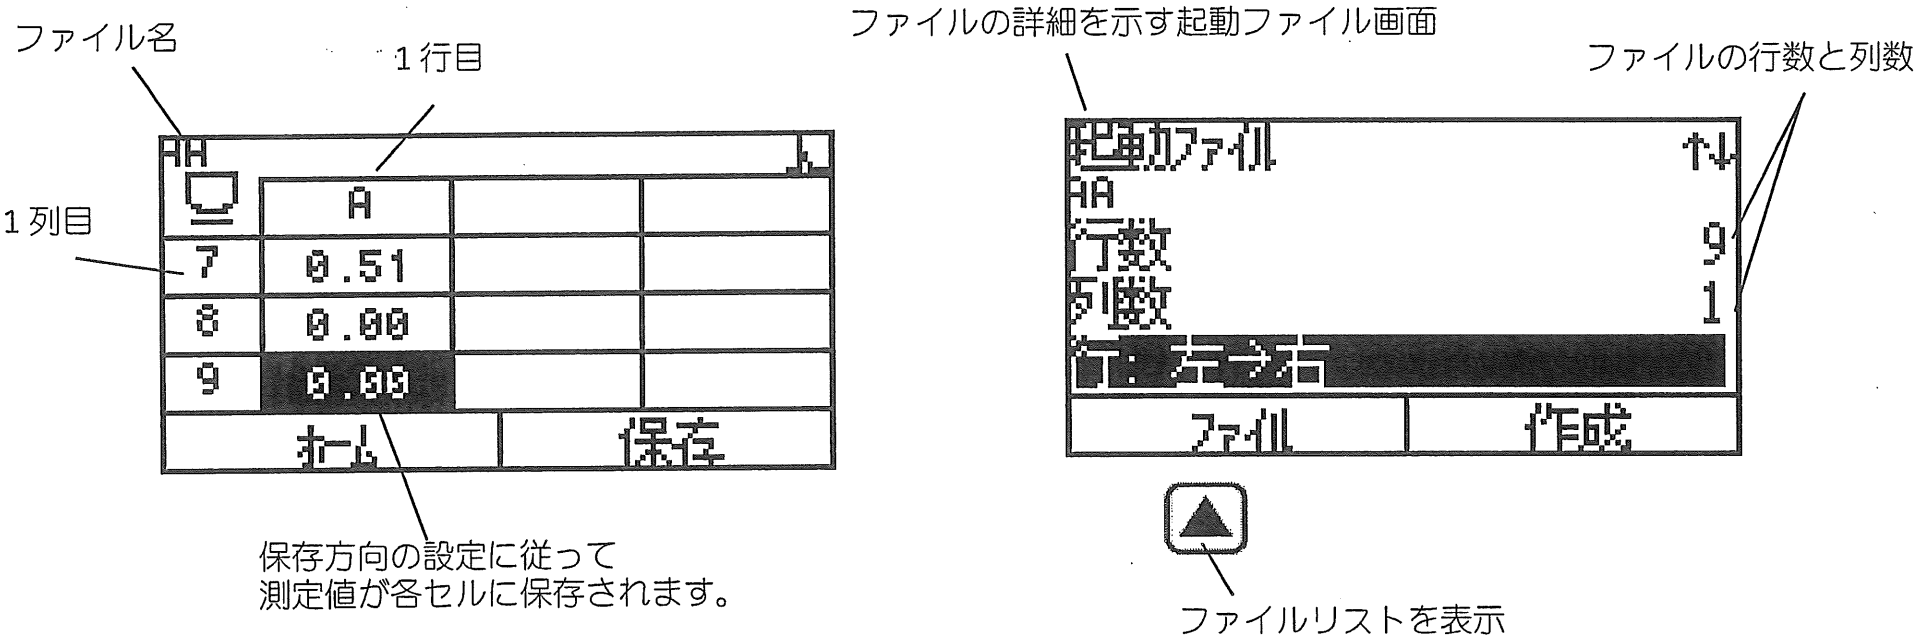

図 19: データファイル画面 (左) と起動ファイル画面 (右)
データファイル作成の手順は図 19 を参照してください。
測定を行う前に、設定メニューで[データレコーダ]をオンに設定してください。オフに設定しているとデータファイル画面（図 19）が表示されません。
2.  キーを数回押して起動ファイル画面を開き、[起動ファイルなし] と表示されていたら [ファイル] の下の  キーを押してファイル選択画面からファイルを選択します（図 19 参照）。